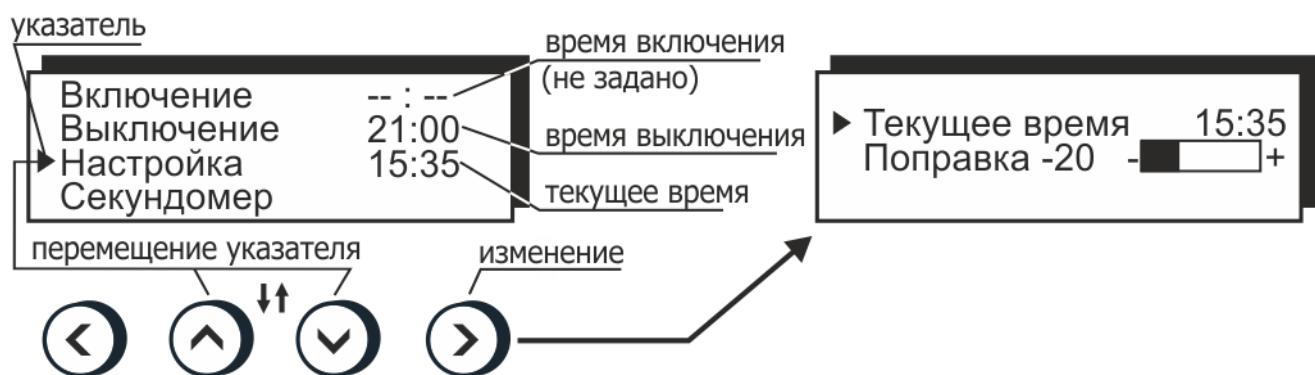

Рисунок 9 — Управление встроенными часами
- нажатиями кнопок (\uparrow) и (\downarrow) установить указатель против нужного времени: включения или выключения (рисунок 9);
- нажатиями кнопок (\blacktriangle) и (\blacktriangledown) установить указатель против пункта “Секундомер” (рисунок 9);